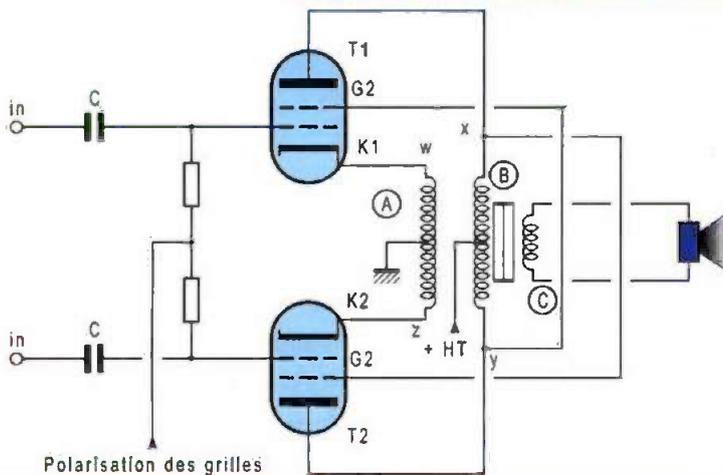

Figure 8 :
**Premier avantage** : comme le point y (figure 8) et le point w swingent exactement de la même valeur **et en phase** (tout comme les points x et z), les tensions entre, d'une part, G2/T1 et K1 et, d'autre part, G2/T2 et K2 sont maintenues à chaque instant rigoureusement constantes.